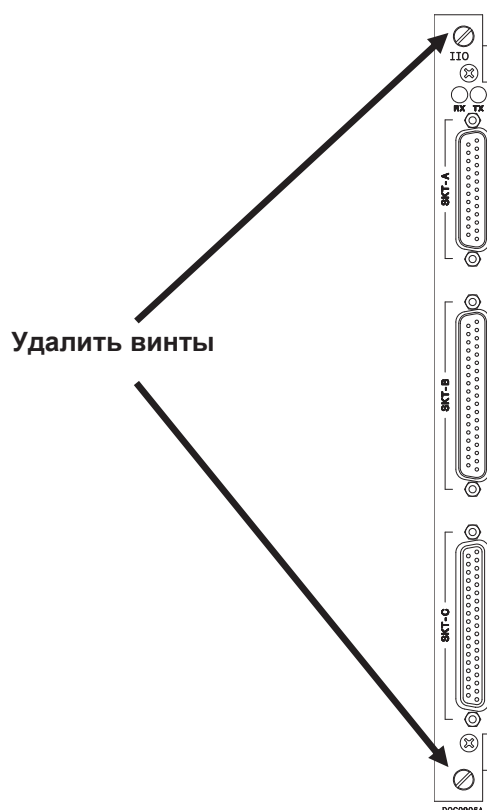

Рисунок 2-11. Винты на вводе/вывода
1. Отвинтите и снимите небольшие винты с головкой «под крест» на вводе/вывода (см. рисунок 2-11).